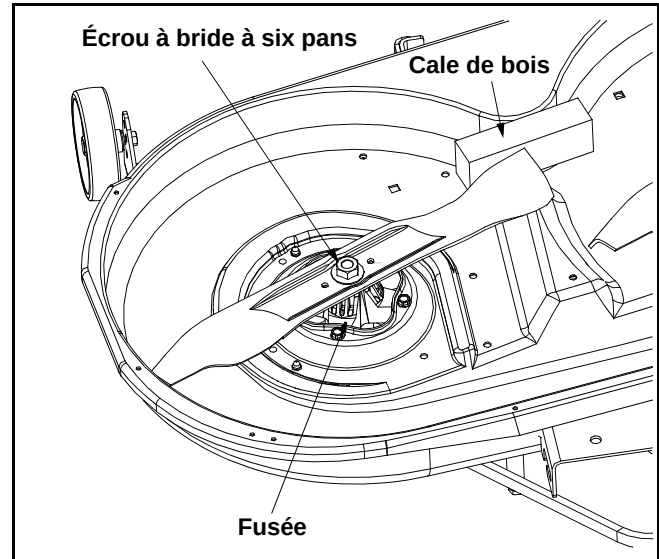

Figure 23
- Placez une cale de bois entre le déflecteur au milieu du plateau et la lame. Voir la Figure 23.
- Utilisez une clé de 15/16 po pour retirer l'écrou à bride à six pans qui maintient la lame. Voir la Figure 23.